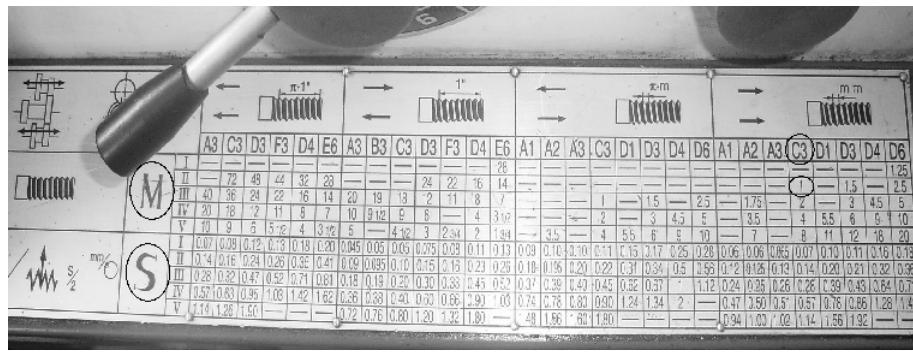

图 1-8 车床进给速度铭牌表
① 查铭牌表,明确手柄应处的位置及应配的挂轮齿数,如图 1-8 所示。
通过操作进给箱手柄，可改变车削时的进给量或螺距。进给箱手柄在进给箱的前表面上，进给箱的上表面有一个标有进给量及螺距的表格，如图 1-8 所示。调节进给量时，可先在表格中查到所需的数值，再根据表中的提示，配换挂轮，并将手柄逐一扳动到位即可。手柄的操作方法与主轴变速手柄操作方法相似。